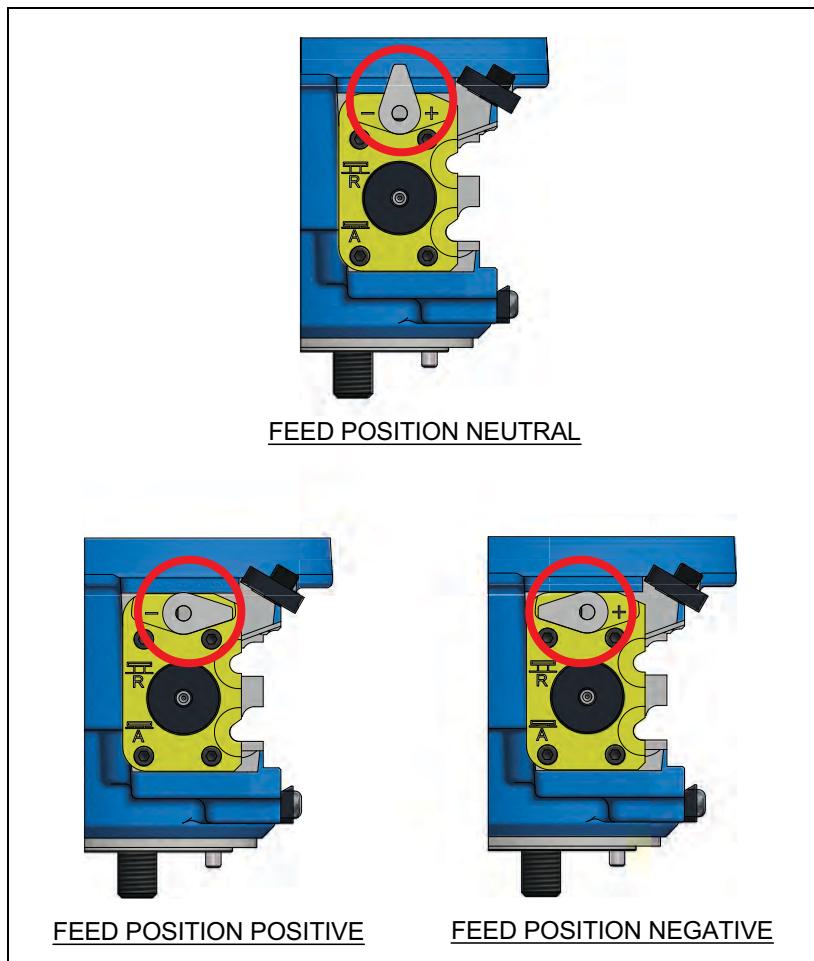

Рисунок 3-22. Положения подачи
2	Рычаг выбора направления подачи (см. рис. 3-22 на стр. 42)
- Используйте рычаг выбора направления подачи, чтобы установить направление подачи, соблюдая следующие указания (см. Рис. 3-22 на стр. 42):